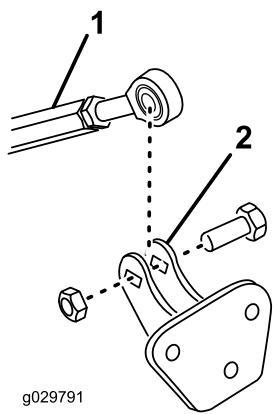

Figura 10
5. Sujete la rótula del acoplamiento roscado al soporte con un perno ( $\frac{1}{2}$ " x  $1\frac{1}{2}$ ") y una contratuerca ( $\frac{1}{2}$ "), según se muestra en Figura 10.